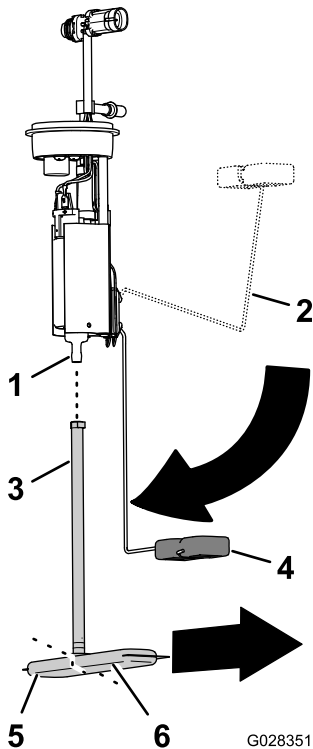

Figure 80
1. Détachez du raccord de la pompe à carburant le tube d'aspiration du filtre à carburant (Figure 80).
2. Alignez le tube d'aspiration du nouveau filtre à carburant et le raccord de la pompe à carburant (Figure 80).
3. Alignez la longue patte du filtre à carburant sur le flotteur quand le bras du flotteur à la position vide (Figure 80).
4. Insérez le raccord de la pompe à carburant dans le tube d'aspiration jusqu'à ce que le raccord soit parfaitement engagé (Figure 80).
2. Insérez la pompe à carburant/transmetteur dans le goulot du réservoir (Figure 79 et Figure 80).